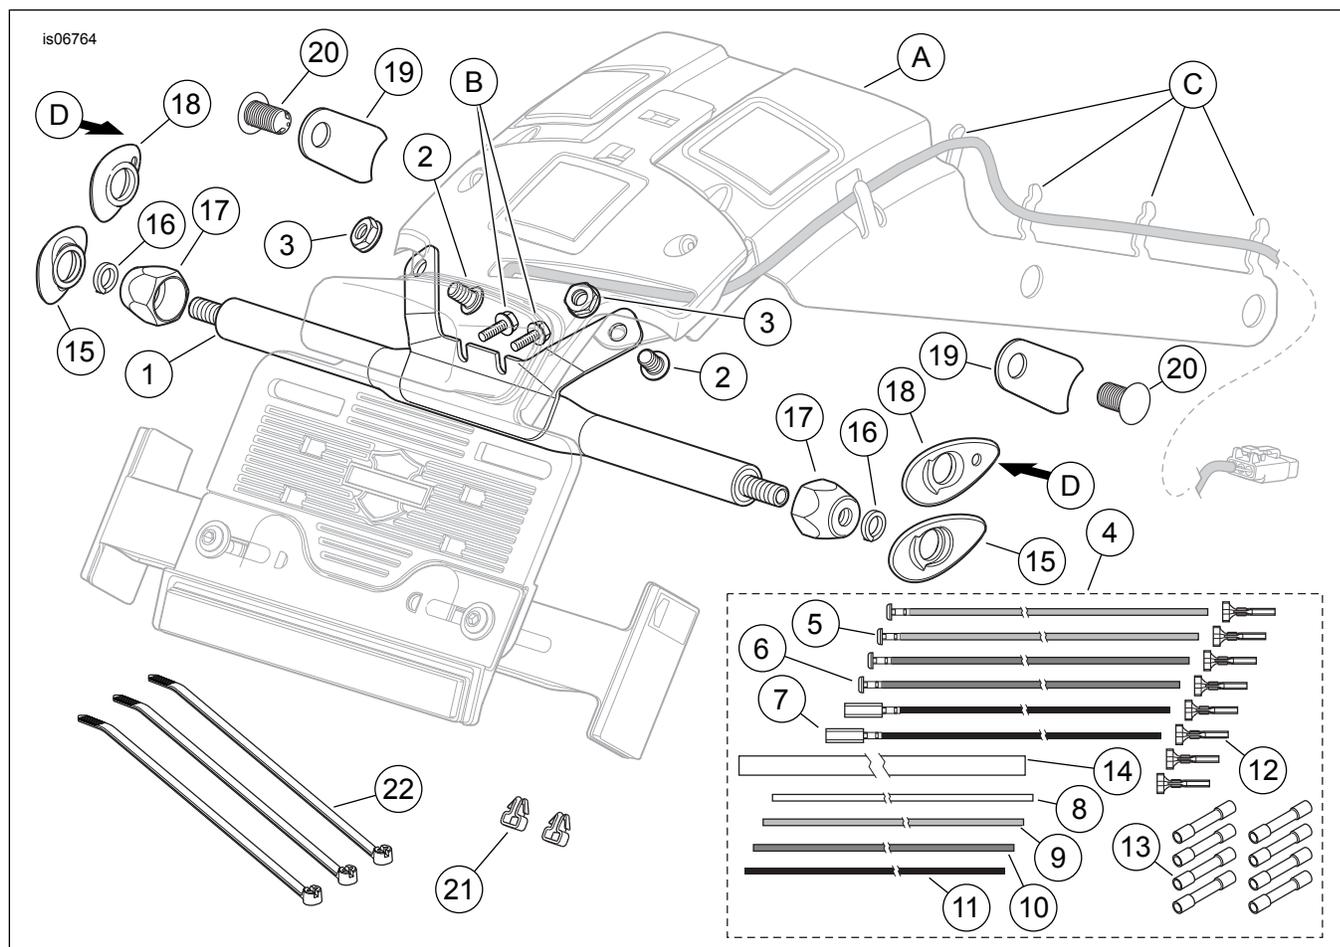

Figure 3. Pièces détachées, kit de repositionnement de feu de stop/arrière/de direction FXS
1. Voir Figure 3. Installer sans serrer un écrou de blocage peint en noir (17) sur l'un des goujons filetés sur l'ensemble soudé de barre des lumières. Placer une rondelle-frein (16) sur le goujon contre l'écrou de blocage. Placer un couvercle encastré noir (15) sur le goujon dans l'orientation indiquée.
2. Introduire les fils de feu STT dans le petit trou du couvercle encastré en caoutchouc noir (18) dans l'orientation illustrée (D).
3. Voir Figure 3. Installer sans serrer un écrou de blocage peint en noir (17) sur l'un des goujons filetés sur l'ensemble soudé de barre des lumières. Placer une rondelle-frein (16) sur le goujon, contre l'écrou de blocage.
1. Voir Figure 3. Acheminer le câblage du feu STT de droite en suivant l'acheminement du câblage de l'éclairage de plaque d'immatriculation dans la gaine et derrière les quatre attaches (C) sur l'ensemble de support du module de plaque d'immatriculation (A), vers l'avant du garde-boue et hors du trou de traversée de fil dans le garde-boue. Faire de même pour le câblage STT du côté gauche.
2. Attacher le câblage au garde-boue avec les attaches de fil (21) du kit.
5. Prendre les six bornes femelles (12) du kit et les prises femelles à quatre voies retirées des fils d'origine.
9. Utiliser un serre-câbles (22) du kit pour attacher le câblage.
11. **Après avoir installé les sacs**, installer les plaques de couvercle (19) là où les feux STT avaient été retirés. Orienter la plaque de couvercle avec le côté arrondi vers le galet d'ancrage. Introduire une punaise (20) dans la plaque de couvercle pour l'attacher au véhicule.